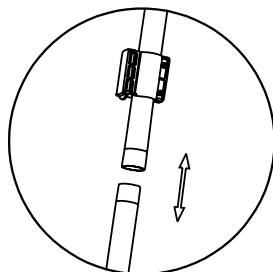

Fig. 8 – Conexão dos tubos extensores
- Conecte os dois tubos extensores, notar que nos tubos extensores há um encaixe que devem ser acoplados (Fig. 8).